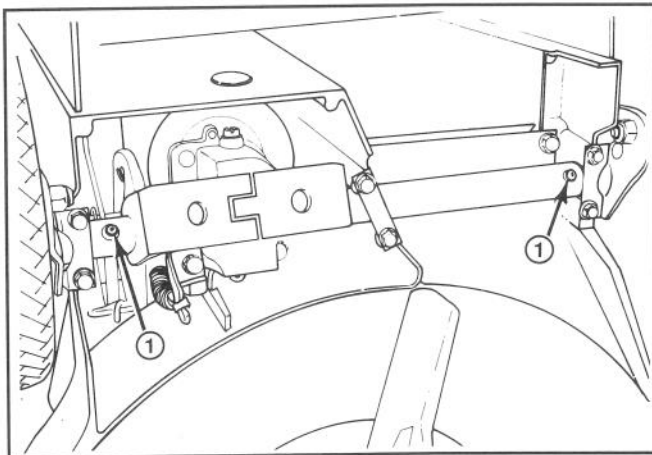

Figure 26
3. Régler sur la hauteur de coupe maximum (E).
4. Basculer la tondeuse sur le côté droit. Essuyer les graisseurs avec un chiffon propre (fig. 26). Placer l'embout de la pompe à graisse sur le graisseur et pomper délicatement 2 ou 3 fois la graisse multi-usages au lithium No. 2.